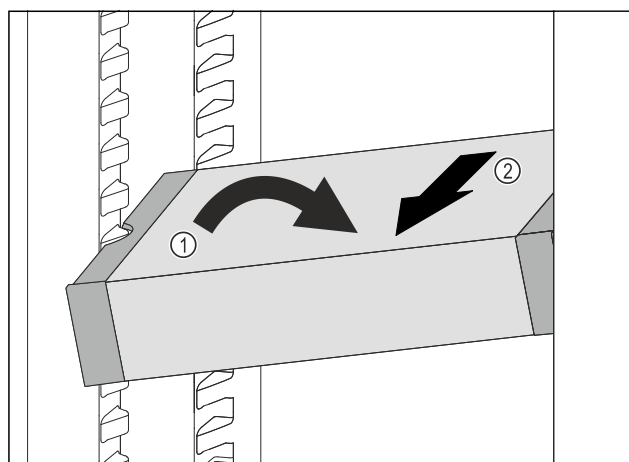

Fig. 180
- Predal VarioSafe postavite v hladilniku postrani. Fig. 180 (1)
- Predal VarioSafe izvlecite v smeri naprej. Fig. 180 (2)